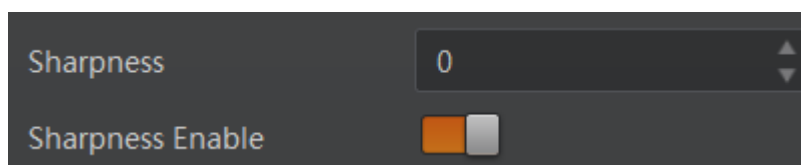

图10-27 锐度设置
2. 在 *Sharpness* 参数中输入需要设置的数值，如图10-27所示。